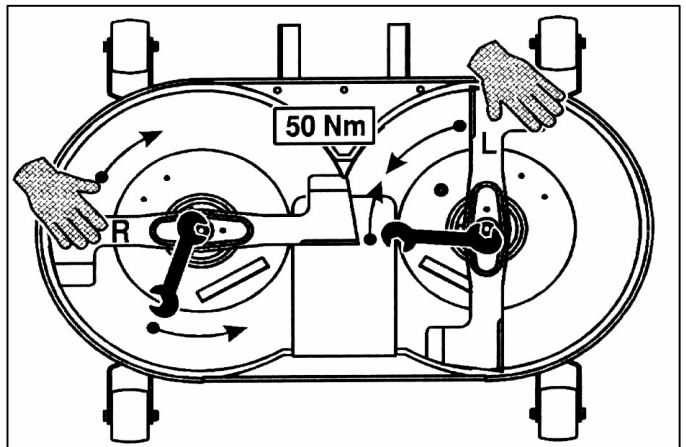

Fig. 32
2. Tijdens het vervangen van de messen, verzeker u ervan de stukken in juiste volgorde terug te plaatsen, eveneens het vastzetten ervan, om zo belangrijke trillingen te voorkomen (zie fig. 32). De deflektors moeten zich aan de bovenkant bevinden. Zoniet, snijden de messen niet.
### VEILIGHEIDSPINNEN fig.32